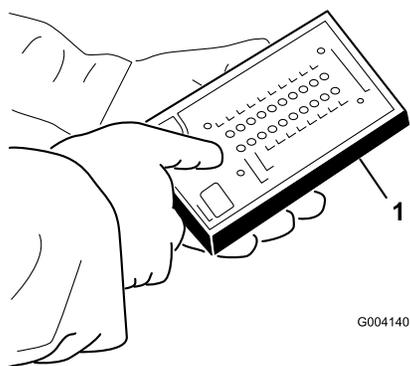

図 48
5. ハーネスのコネクタ (図 48) に ACE テスターを接続する。